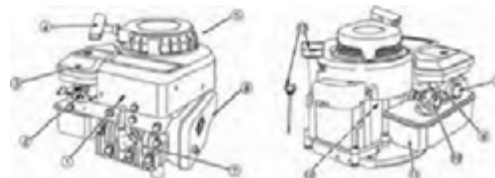

Рис. 3
Основные части двигателя (Рис. 3)
Основным элементом газонокосилки является 4-х тактный двигатель внутреннего сгорания (Рис. 3), с вертикальной осью коленвала и его основные части: (2) - рычаг дросселя; (3) - фильтр воздушный; (4) - стартер ручной; (5) - защитный кожух; (6) - глушитель; (7) - свеча зажигания; (8) - кнопка топливного насоса; (9) - карбюратор; (10) - пробка бензобака; (11) - бензобак; (12) - корпус двигателя; (13) - маслоналивная горловина.